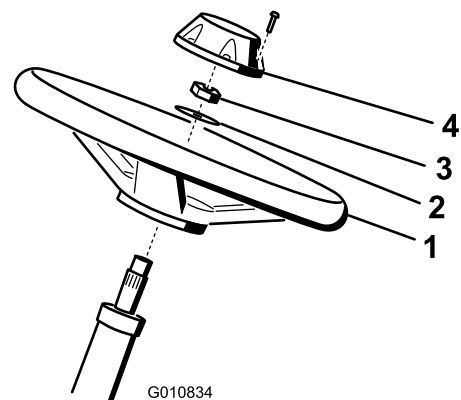

Figure 3
- Glissez le volant sur l'arbre de direction (Figure 3).
- Glissez la rondelle sur l'arbre de direction (Figure 3).
3. Fixez le volant sur l'arbre (Figure 3) à l'aide d'un écrou de blocage serré à un couple de 27 à 35 N·m (20 à 26 pi-lb).
4. Fixez le couvre-moyeu sur le volant avec une vis (Figure 3).